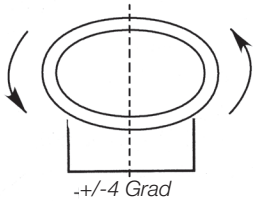

Abb. 3A
- Die Wandhalterung als Schablone verwenden und Bohrlöcher für die Befestigungsschrauben auf der Montagefläche des Scheinwerfers anzeichnen. Geeignete Schrauben sowie ggf. Dübel verwenden. Den Scheinwerfer stabil und horizontal ( $\pm 4^\circ$ ) anbringen (Abb. 3A).